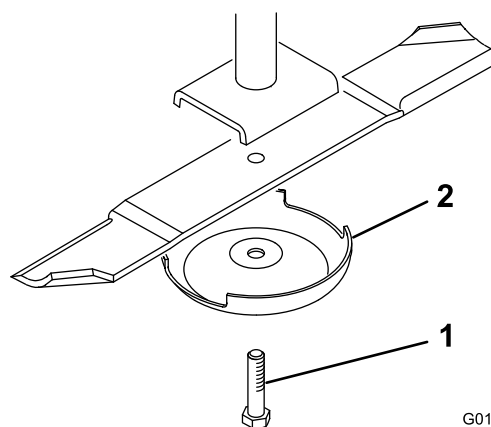

Figure 30
2. Tenez la lame par son extrémité avec un chiffon ou un gant épais. Enlevez le boulon, la coupelle de protection et la lame de l'axe de pivot (Figure 30).